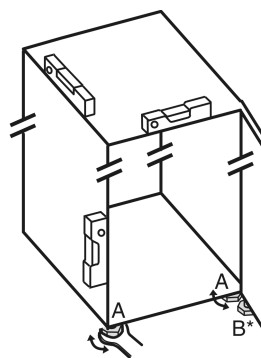

Fig. 6
- Skru de justerbare fødder Fig. 6 (A) ud ved hjælp af den medfølgende gaffelnøgle og et vaterpas, indtil hvidevaren står fast og i vater.
- Skru den justerbare fod Fig. 6 (B) på lejebukken af med den medfølgende gaffelnøgle, indtil den hviler på gulvet.
- Drej den justerbare fod Fig. 6 (B) 90° videre.